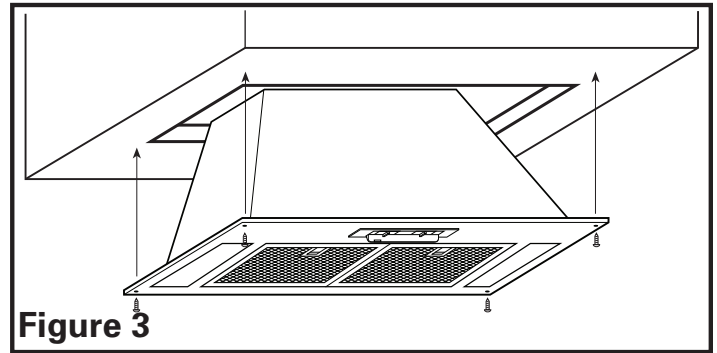

Figure 3
- Insérez l'unité de puissance dans le trou et fixez-la au revêtement utilisant les vis fournies avec le revêtement (Figure 3).